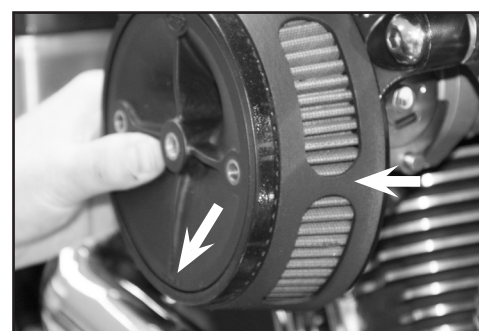

Abbildung 10
15. Halten Sie den Filter auf die Rückplatte. Sofern der Schalldämpfer nur ein Loch hat, positionieren Sie dieses auf 3 Uhr. Verfügt der Schalldämpfer über zwei Öffnungen, platzieren Sie den Teiler zwischen den beiden bitte auf der 3 Uhr-Position. Legen Sie die Filterkopfplatte oben auf den Filter und stellen Sie sicher, dass die Abdeckung flach auf dem Filter aufliegt und in der Nut einrastet. Das Wort "Unten" muss nach unten zeigen, wie in **Abbildung 10** gezeigt.